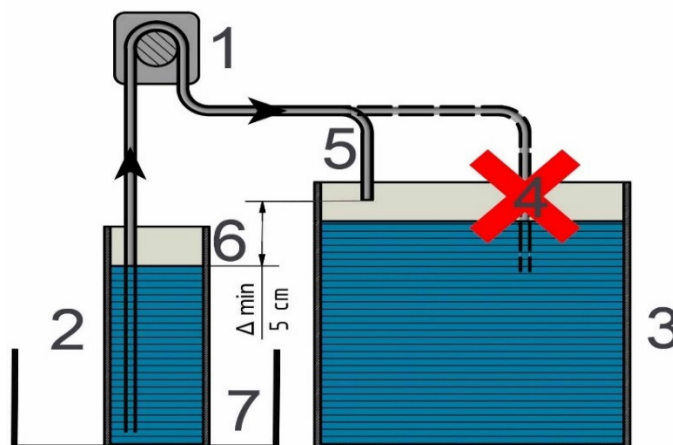

Fig. 1: Veiligheids-instructies:
De doseerpompen (1) zijn zelf aanzuigend en moeten geïnstalleerd worden vlg's Fig. 1. Dit is de enige manier om volledig leeg geraken van de container te voorkomen (2). Het is aanbevolen om de slangetjes zo kort mogelijk te houden (water hoogte max. 2 m = 0.2 bar). Maar de slang aan de aanzuigkant moet volledig tot de bodem van de container (2) komen. Om terugstromen te voorkomen mag de doseerslang niet in het aquariumwater hangen (4). Het water niveau in de container (6) moet altijd onder het uiteinde van de doseerslang komen (5). Het water niveau in het filter/aquarium is niet belangrijk m.b.t. deze instructies.